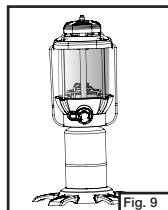

Fig. 9
- Placez solidement la bouteille dans le pied de la lanterne. (Fig. 9)